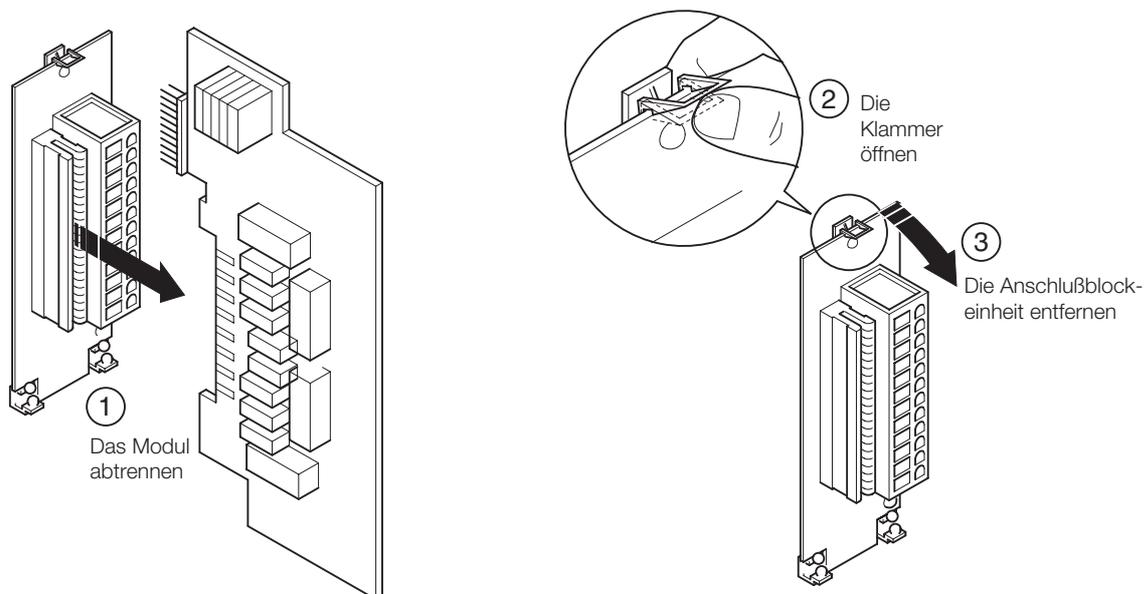

Abb. 4.1 Entfernen der Anschlussblockeinheit
- Beim Herstellen der Verbindungen können die Anschlussblöcke von der Hauptplatine entfernt werden – siehe Abb. 4.1. Vor dem Entfernen eines Moduls ist seine Position zu notieren.